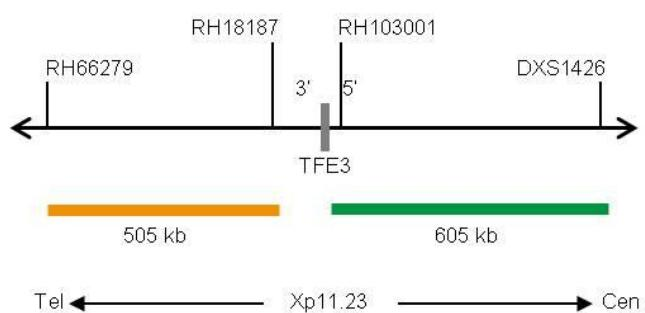

Fig. 1: SPEC TFE3 Mapa da sonda (não à escala)
- Polinucleótidos marcados com ZyGreen (excitação 503 nm/emissão 528 nm) (~10 ng/μl), que têm como alvo sequências mapeadas em Xp11.23* (chrX:48,906,685-49,509,699) proximais à região do ponto de quebra TFE3 (ver Fig. 1).
- Polinucleótidos marcados com ZyOrange (excitação 547 nm/emissão 572 nm) (~4,5 ng/μl), que têm como alvo sequências mapeadas em Xp11.23* (chrX:48,287,169-48,792,674) distal à região do ponto de quebra TFE3 (ver Fig. 1).